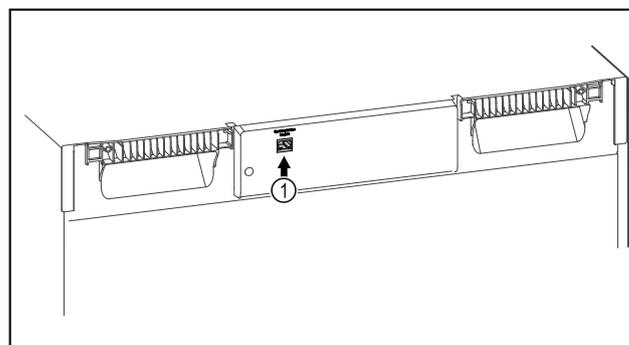

Fig. 107
- El SmartModule Fig. 107 [1] está colocado.